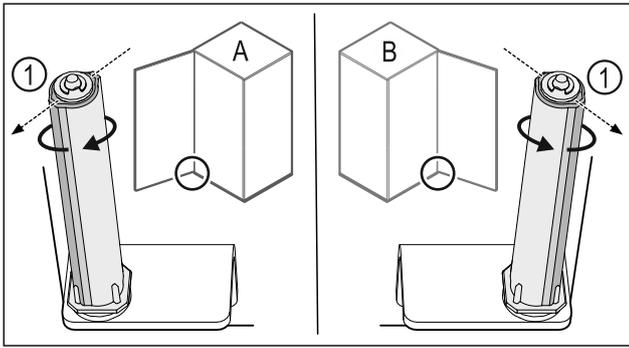

Fig. 49 Kreisais atbalsts (A) / labais atbalsts (B)
- ▶ Griežiet slēgšanas sistēmu pret pretestību, līdz slēgšanas sistēmas balstiņš Fig. 49 (1) ir vērsts uz augšu.